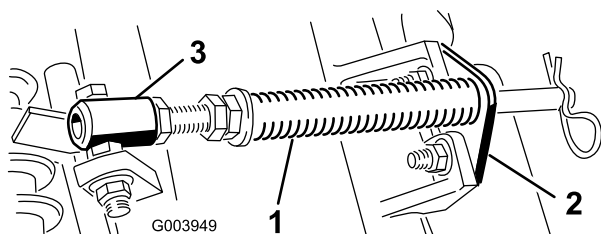

Figure 4
A. Retirez les 2 boulons de carrosserie et les écrous qui fixent le support de tige aux pattes du plateau de coupe (Figure 4).
- B. Retirez l'écrou à embase qui fixe le boulon du tube de ressort à la patte du bâti porteur (Figure 4). Déposez l'ensemble.